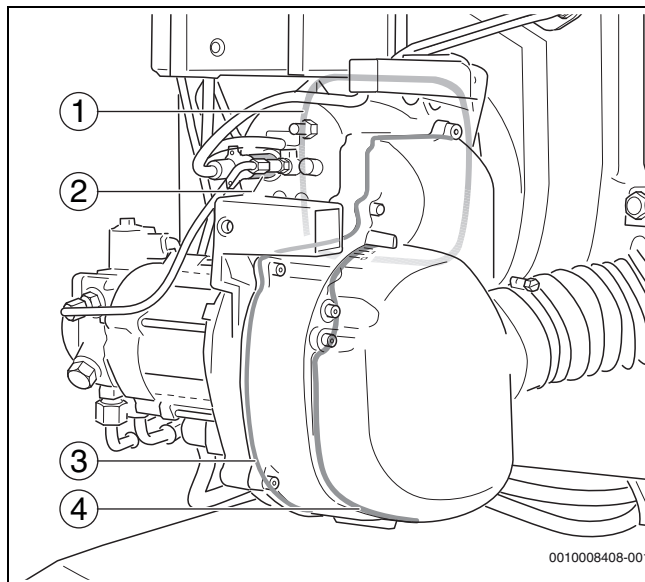

Рис. 47 Дополнительное уплотнение
- Прокладка фланца горелки (→рис. 47, [1])
- Кронштейн крепления фотодатчика контроля пламени (→рис. 47, [2])
- Основание корпуса с уплотнением круглым шнуром (→рис. 47, [3])
- Уплотнение шумоглушителя (→рис. 47, [4])